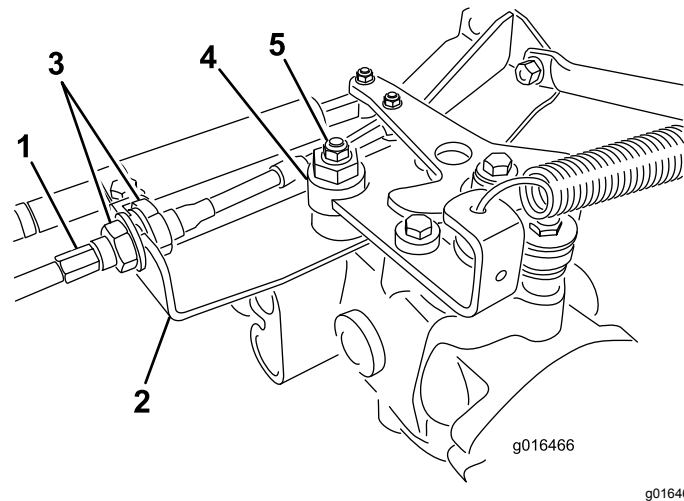

图 41
- A. 松开将驱动控制拉线固定至静液压装置隔板上的两个锁紧螺母图 41。确保锁紧螺母的松动程度相同并足以进行调节。
**注意** 松开将偏心螺栓固定到静液压泵顶部的螺母图 41。
- E. 当轮子停止旋转时、旋紧螺母、锁定偏心螺栓和调整 (图 41)。
- G. 从隔板的两侧均匀拧紧锁紧螺母将驱动拉线固定到隔板上图 41。切勿让拉线缠绕在一起。